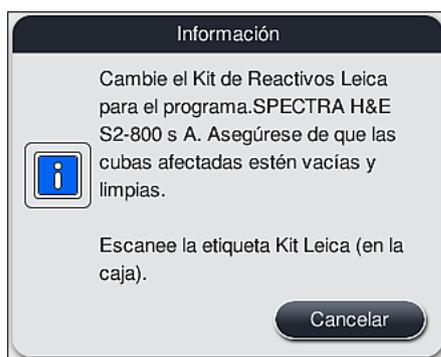

Fig. 57
1. Cuando se solicite mediante un mensaje informativo (→ "Fig. 57") en la pantalla, detenga la etiqueta de embalaje del envase delante del sensor RFID en la parte frontal del instrumento (→ "Fig. 58-1") para escanearla.
- El escaneo del kit de reactivos Leica solo puede cancelarse utilizando el botón **Cancelar** en el mensaje informativo que se muestra en (→ "Fig. 57") y antes de empezar el escaneo de la etiqueta de embalaje sin que el kit de reactivos Leica caduque.